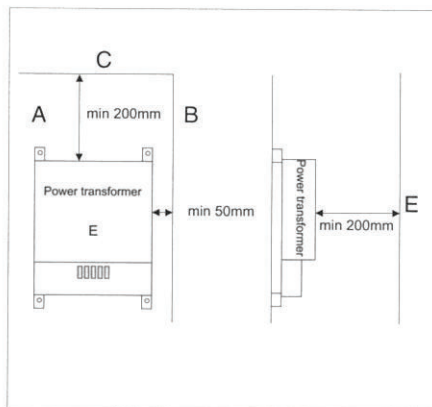

Fig. 2
- Installare il convertitore CA/CC in un luogo ben arieggiato e protetto dall'umidità. Per ottenere un'ottimale dissipazione del calore, il dispositivo deve essere montato verticalmente (vedi fig. 2).
L'installazione ottimale di un convertitore CA/CC è in posizione verticale (fig. 2). La temperatura ambientale massima non deve superare i 50°C.